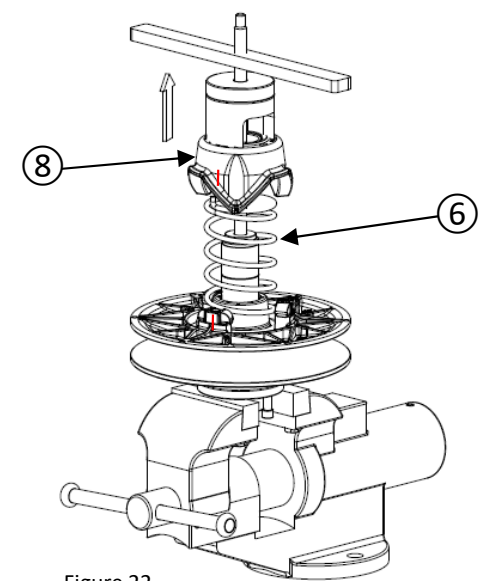

Figure 22
- Dévissez lentement la barre sur la tige filetée pour relâcher la tension du ressort ⑥ (figure 22).
Ne jamais retirer la barre de l'outil de démontage tant que la came ⑧ n'est pas en état libre (Figure 22).